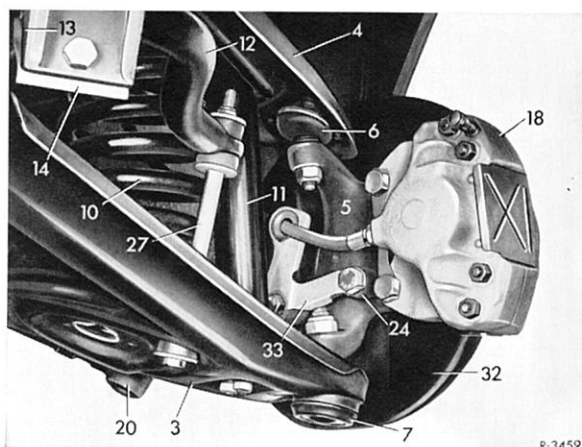

Bild 33-6/1
- 2 Lenkspurhebel (24) vom Achsschenkel abschrauben (Bild 33-6/1).